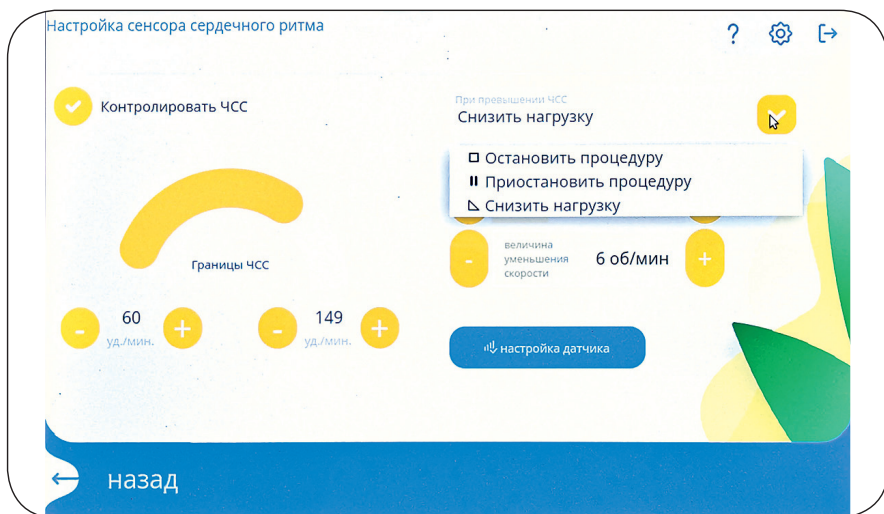

Рисунок 20
При активации кнопки (1) контроля ЧСС на главном экране загорается индикатор (35). При этом из меню алгоритмов (3) возможно выбрать действия, которые будут выполняться при превышении заданных границ ЧСС. Меню выбора алгоритма содержит три варианта изменения параметров процедуры (рис. 20):